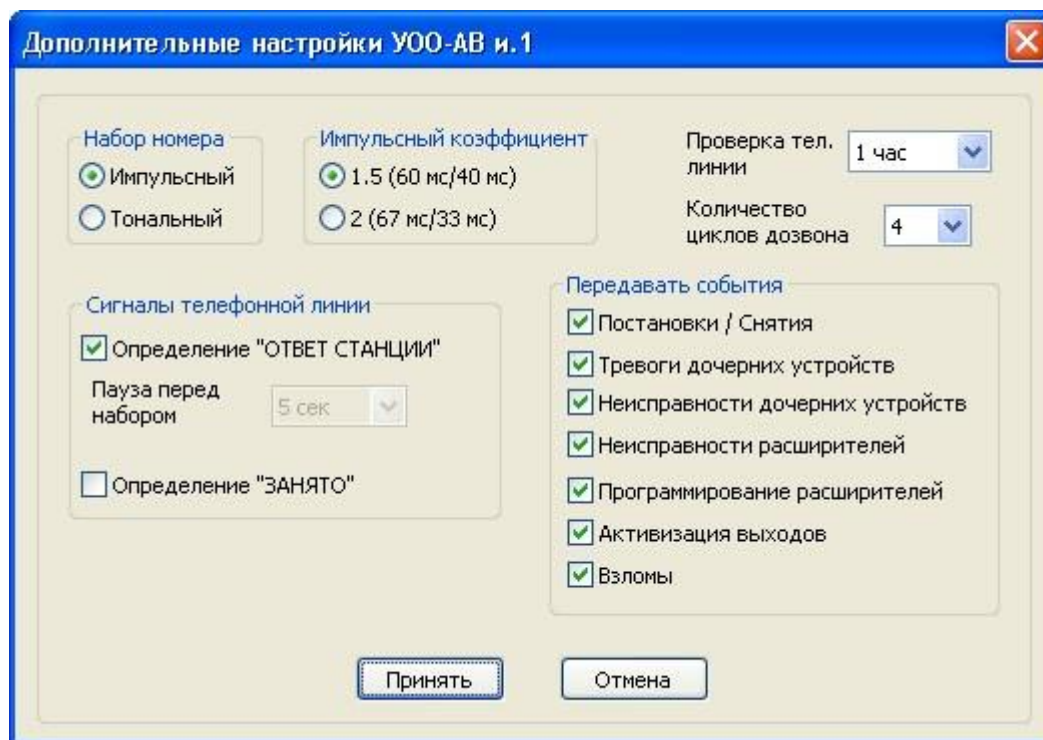

Рис. 79
- Дополнительно – вызывает окно дополнительных настроек (см. Рис. 79).